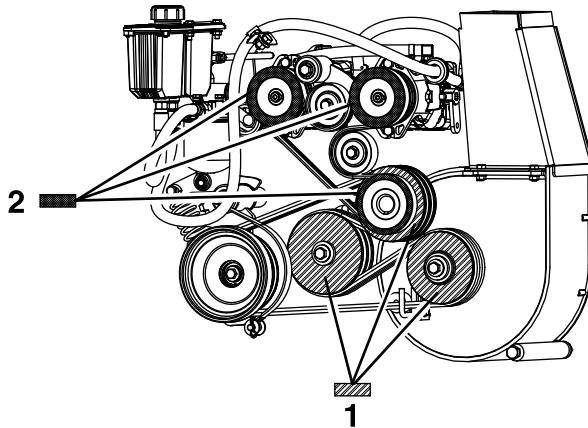

Figura 59
8. Midiendo desde la polea del soplador como punto de partida, mueva el motor y el eje secundario hasta que las superficies traseras de las tres poleas queden alineadas con una tolerancia de 0,8–1,6 mm (1/32" a 1/16") (Figura 59).
- Usando una regla, alinee cada polea de la bomba con la polea del motor deslizándola por el eje de la bomba (Figura 59).